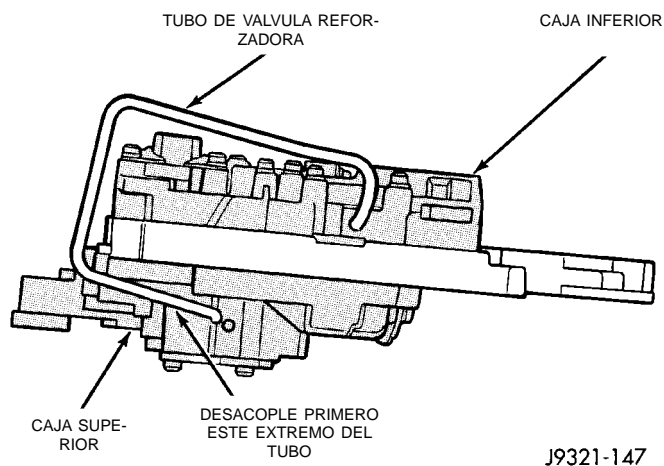
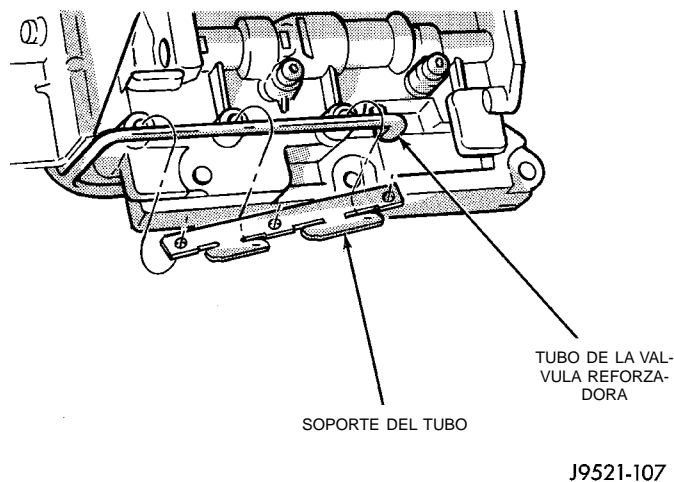

Fig. 87 Tubo de válvula reforzadora
Fig. 88 Tubo y soporte de la válvula reforzadora
- (1) Coloque el conjunto del cuerpo de válvulas de manera que la caja inferior mire hacia arriba (Fig. 87).
- (2) Lubrique los extremos del tubo y los orificios de la caja con líquido para transmisiones o vaselina.
- (3) Primero introduzca el tubo en el orificio de la caja inferior. Luego balancee el tubo hacia abajo e introduzca el extremo opuesto del tubo en el orificio de la caja superior (Fig. 87).
- (4) Inserte y asiente cada extremo del tubo en las cajas.
- (5) Deslice el soporte del tubo debajo del tubo y alinéelo con los orificios para tornillos del cuerpo de válvulas (Fig. 88).
- (6) Instale y apriete con los dedos los tres tornillos que aseguran el soporte del tubo a las cajas del cuerpo de válvulas (Fig. 88).